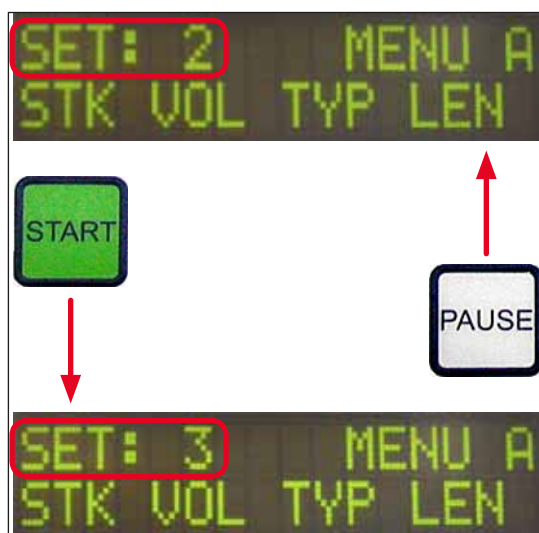

Fig. 39
① Det er i alt fire programmer (**SET 1** (Sett 1) til **SET 4** (Sett 4)) som kan lagres i apparatet med forskjellige parameterinnstillinger.
- Hvis du trykker på knappen **PAUSE**, henter du opp det neste lavere programmet (→ Fig. 39).